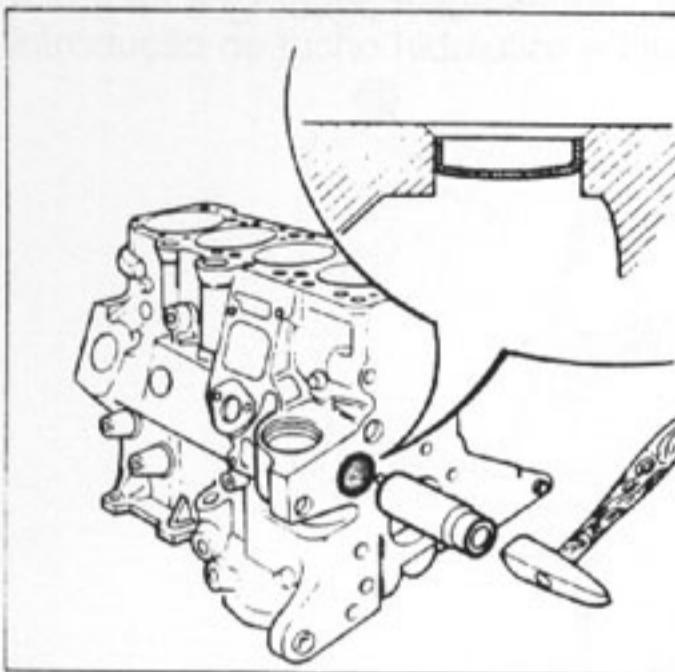

Fig.34-Tampão de vedação do bloco
- Tampão de vedação da árvore intermediária, da galeria de óleo e do sistema de arrefecimento no bloco: devem ser colocados com adesivo-trava química de baixa viscosidade e tocapinos no diâmetro dos tampões (fig.34).